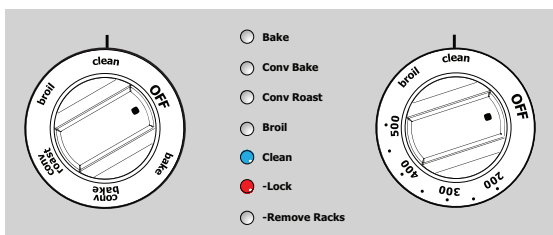

Figure 23 : Lancement du cycle d'autonettoyage
2. Tourner le bouton du four sur « Clean » (autonettoyage). Les témoins lumineux « Clean » (autonettoyage) et « Lock » (verrouiller) clignotent durant l'enclenchement du verrou (environ 15 secondes). Voir Figure 23 ci-dessous.